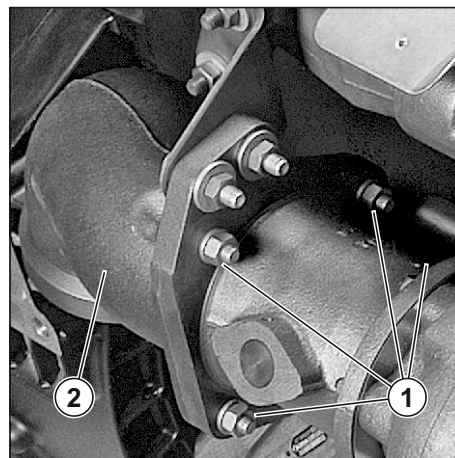

Рис. 14. Снятие патрубка выпускного.
1. Отвернуть гайки (1) крепления патрубка выпускного.
2. Снять патрубок выпускной (2) (650.1203142) и металлическую прокладку (650.1203165) (см. Рис. 14).